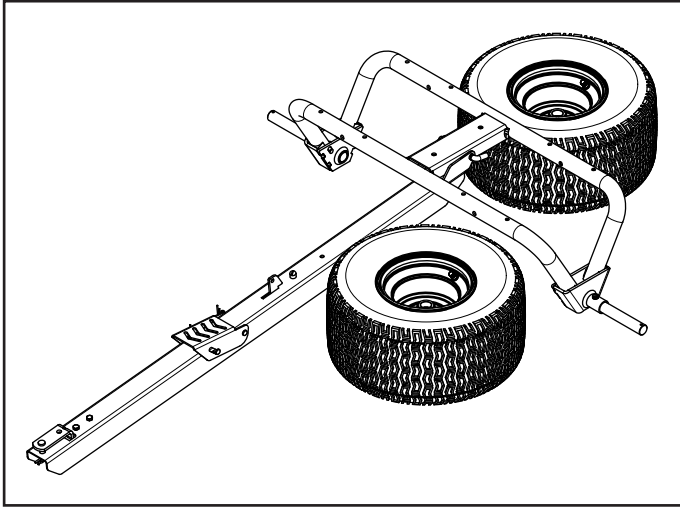

FIGURE 8
STEP 8: (SEE FIGURE 8)
1. Attacher le timon au support de roues avec l'axe de pivotement (Q) et une goupille fendue en épingle de 3/32 po (S).
ÉTAPE 8 : (VOIR FIGURE 8)